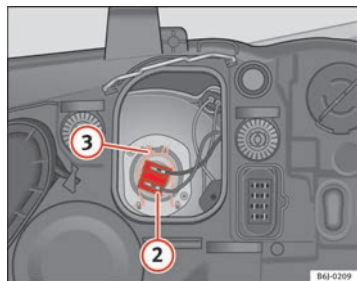

Fig. 138 Luz de cruce
- Extraiga el conector ⇒ fig. 138 ② de la lámpara.
- Desenganche el resorte retentor ⇒ fig. 138 ③ presionándolo hacia dentro y a la derecha.